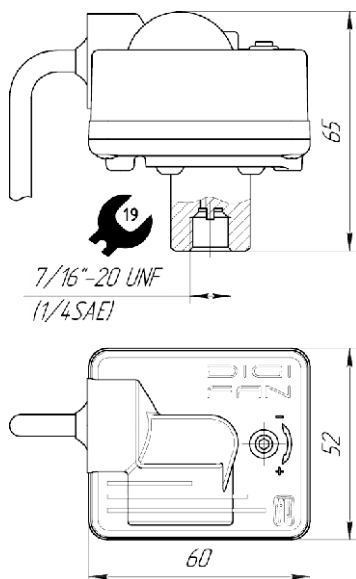

Рис.6. Габаритные и присоединительные размеры
- Установите регулятор на жидкостном трубопроводе. Установка на линии нагнетания "компрессор-конденсатор" не допускается. Монтаж осуществляйте строго в вертикальном положении (регулирующим винтом вверх), монтаж в иных пространственных положениях не допускается. Предусмотрены 2 варианта монтажа: А. Непосредственно на трубу к клапану Шредера (рис. 2А); Б. На панель с использованием монтажной скобы (рис. 2Б) и последующим монтажом соединительной трубки к штуцеру регулятора. Габаритные и присоединительные размеры представлены на рис.6.